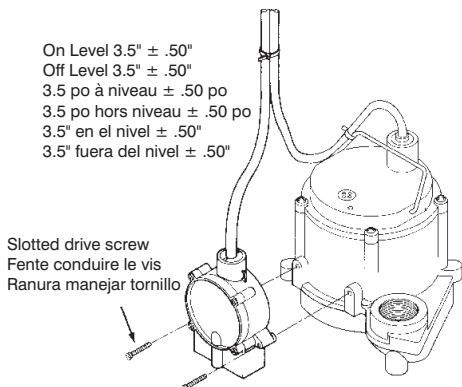

Figure 2
- For installation on Little Giant 6-CIM-R or 6-CBM-R pumps, refer to Figure 2. Attach the RS-5LL directly to the 6 series pump housing using the two slot drive screws provided, as shown in Figure 2. Use the cable ties provided to secure the power cords together. To ensure proper operation of pump and switch, place pump on a solid surface in water at least 1" deep.
- Pour l'installation des pompes 6-CIM-R ou 6-CBM-R de Little Giant, consulter la Figure 2. Fixer le RS-5LL directement au boîtier de la pompe de série 6 à l'aide des deux clous vrilés fournis, tel qu'illustré à la Figure 2. Utiliser les attaches de câble fournies pour fixer les cordons d'alimentation ensemble. Pour s'assurer du bon fonctionnement de l'interrupteur et de la pompe, placer cette dernière dans au moins 3/4 po d'eau, sur une surface stable.